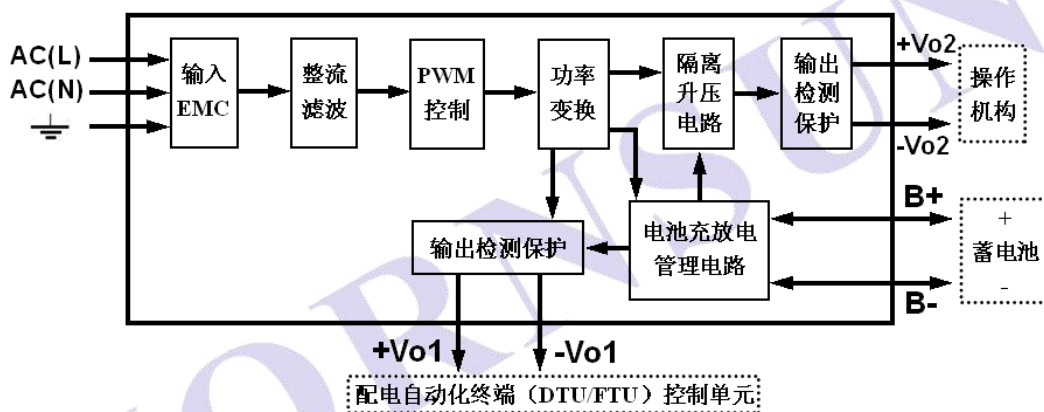

图 4-10 220VDC 输出充电电源内部功能框图
220VDC 输出充电电源的内部功能原理框图如图 4-10 所示：
结合产品的内部功能框图，如图 4-10 所示。此产品有三路输出：①操作机构供电电压，220VDC；②蓄电池充电电压，27VDC；③控制单元供电电压 27VDC。接线图如下所示：